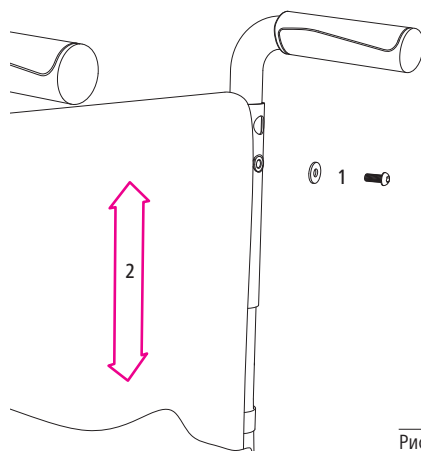

Рис.46
1. Для цього викрутіть гвинт з внутрішнім шестигранником (1, рис. 46) у верхній частині трубки спинки (або Т-подібний гвинт регулювання висоти ручок, якщо вони регулюються по висоті).
2. Потім перемістіть подушку спинки в потрібне положення (2, рис. 46) і знову вставте гвинт.